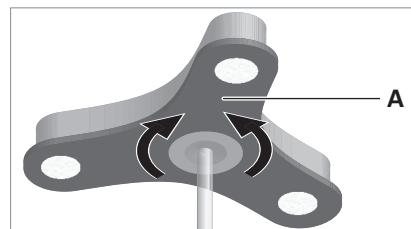

Fig. 13: Orientare la testa dell'apparecchio.
- ▶ Ruotare la testa dell'apparecchio **A** attorno al proprio asse, vedi Fig. 13.